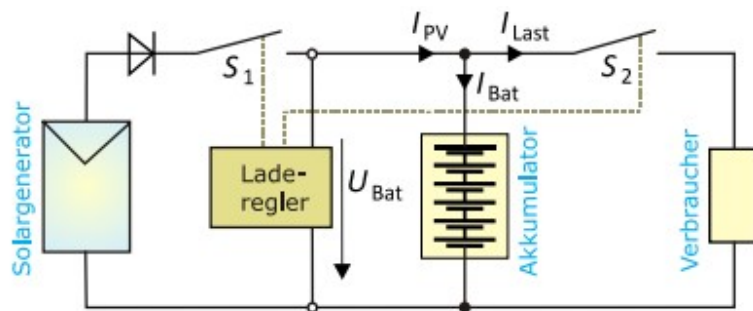

Abbildung 3: Photovoltaik-Batteriesystem mit einem Serienladeregler
- In Serienladeregler (auch Längsregler) (Abbildung 3) werden Leistungshalbleiter als Schalter verwendet um den Stromfluss zu unterbrechen. Das hat zur Folge, dass beim Laden des Akkus immer Durchlassverluste entstehen. Serienladeregler sind die preiswertesten LR und können auch für nicht kurzschlussfeste Verbraucher genutzt werden.